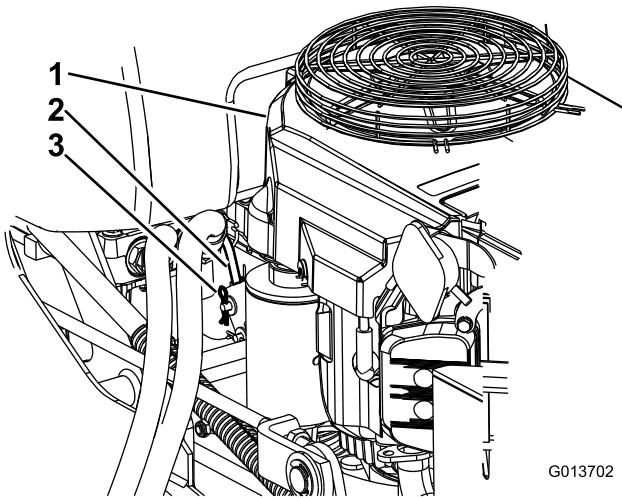

Figure 1
2. À l'arrière du moteur, retirez la goupille fendue qui se trouve dans la timonerie de commande existante et le support avant (Figure 1).